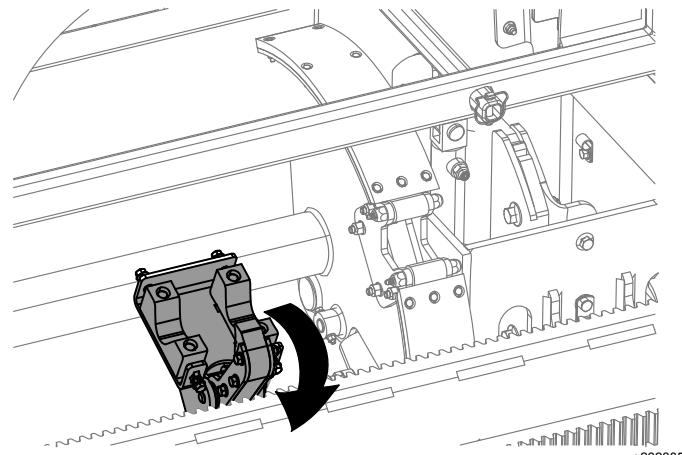
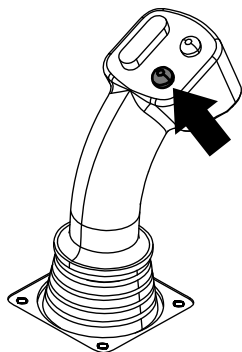

Figura 37
Figura 36
10. Pressione o botão inferior do joystick (Figura 36) para liberar a haste (Figura 37) e solte-o em seguida.